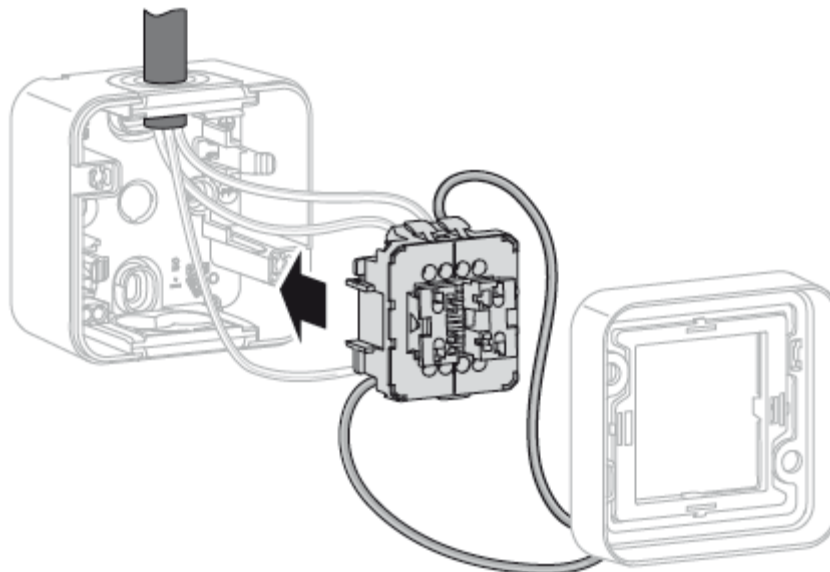

Bild 7
- Den Einsatz (4) wieder im Gehäuse-Unterteil einsetzen bis er an den Halterungen (7) einrastet (Bild 7).